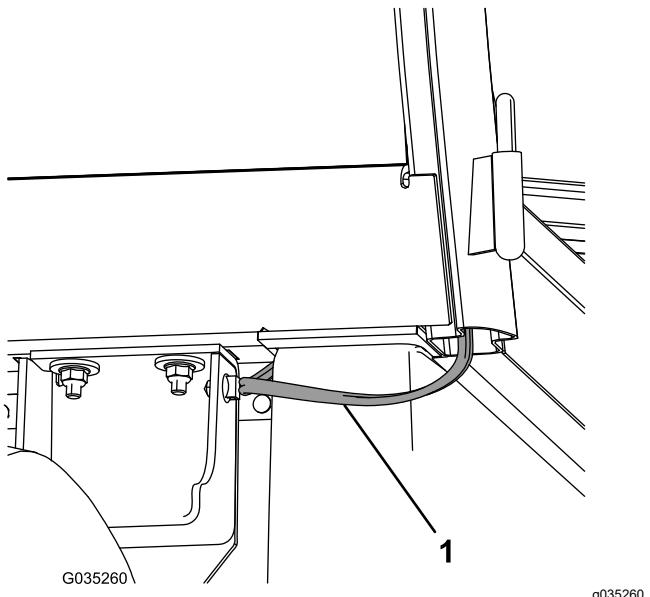

Figure 19
4. Faites passer le faisceau derrière la cabine et sous le siège, puis fixez le clip du faisceau sur le panneau latéral (Figure 19).
3. Faites passer le faisceau derrière la cabine et sous le siège, puis fixez le clip du faisceau sur le panneau latéral (Figure 19).